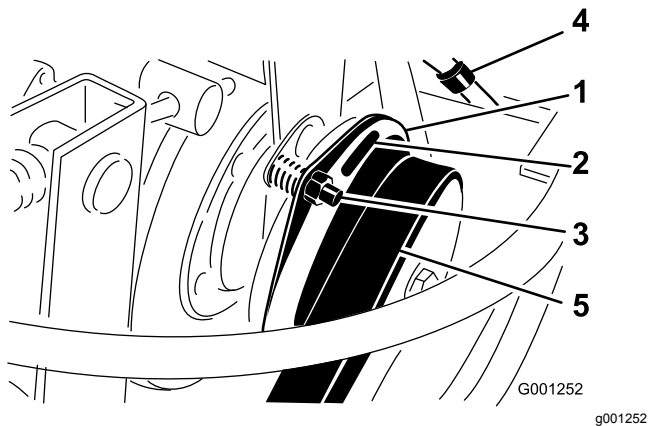

Figura 77
3. Ajuste la holgura hasta que pueda deslizarse una galga de 0,38 mm entre la guarnición del embrague y la placa de fricción con una ligera presión (Figura 77).
Nota: La holgura puede reducirse girando la tuerca de ajuste en sentido horario (Figura 77). La holgura máxima es de 0,76 mm. Ajuste la holgura en las 3 posiciones.